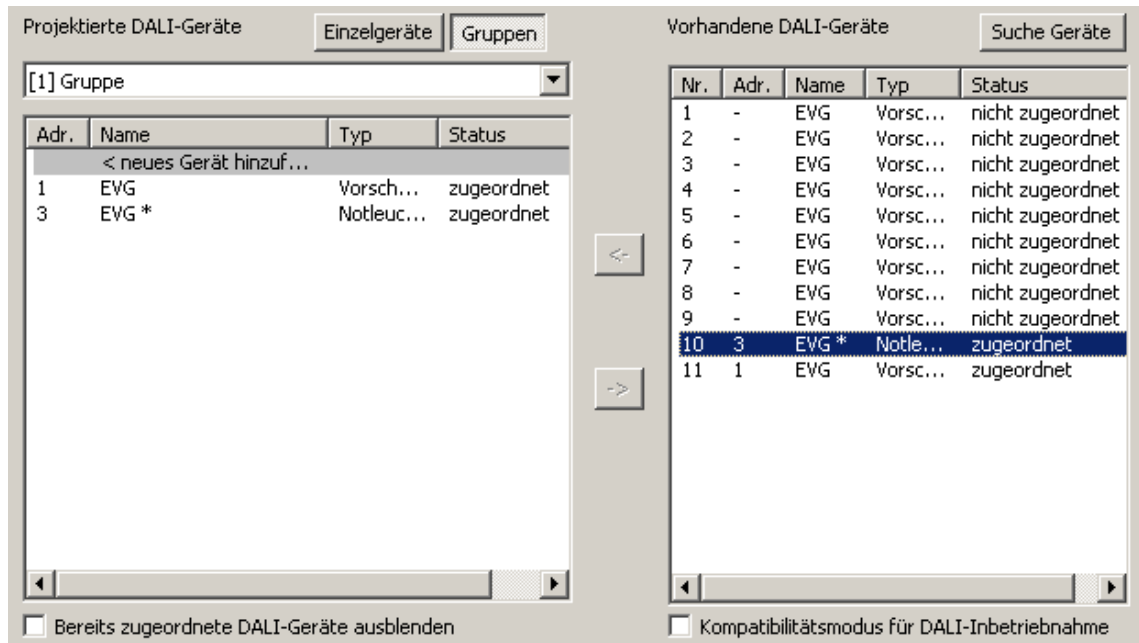

Bild 66: Betriebsgerät einer Gruppe zugeordnet
- Die zugeordneten Betriebsgeräte bleiben im rechten Teilfenster sichtbar und erscheinen für die ausgewählte Gruppe zudem im linken Bereich (Bild 66). Im rechten Bereich erhalten diese EVG die Kurzadresse der Zuordnung.